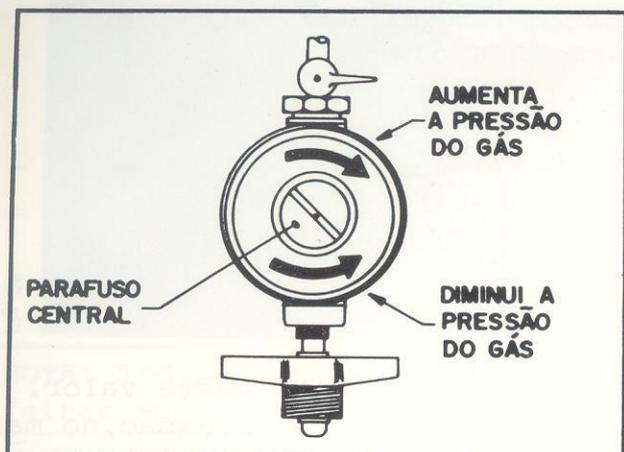

Fig. 22
- Apertando-se o parafuso (girando-o à direita) ocorre maior saída de gás, aumentando-se a pressão (fig.22).
- Afrouxando-se o parafuso (girando-o à esquerda) ocorre menor saída de gás, diminuindo-se a pressão (fig.22).